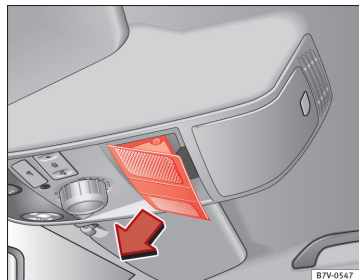

Fig. 195 I loftet: Sådan fjernes afdækningen.
- Fjern afdækningen i pilens retning ⇒ Fig. 195.